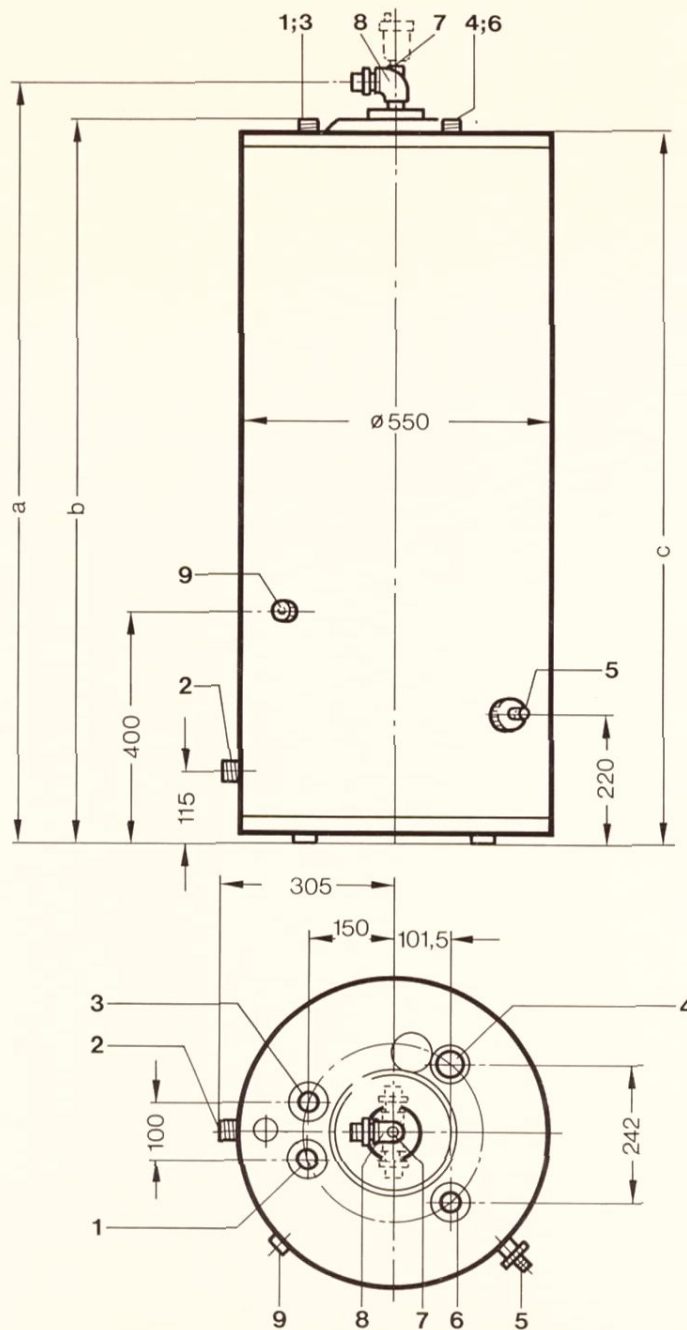

Abb. 1
- Kesselvorlauf- und Rücklauf am Speicher installieren. Anschlüsse siehe Abb. 1. Heizkreisschema 7 Seite 5.